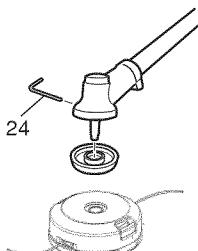

Fig. 11
**3. Instalación (Fig. 11)**
- Inserte la llave Allen (24) en el orificio de la caja de engranajes/caja de corte para bloquear el tubo del eje de distribución. Instale el cabezal de corte en la caja de engranajes/caja de corte del montaguadañas/la desbrozadora. La tuerca de montaje se enrosca hacia la izquierda. Gire en el sentido de las agujas del reloj para aflojar y en el sentido contrario a las agujas del reloj para apretar.